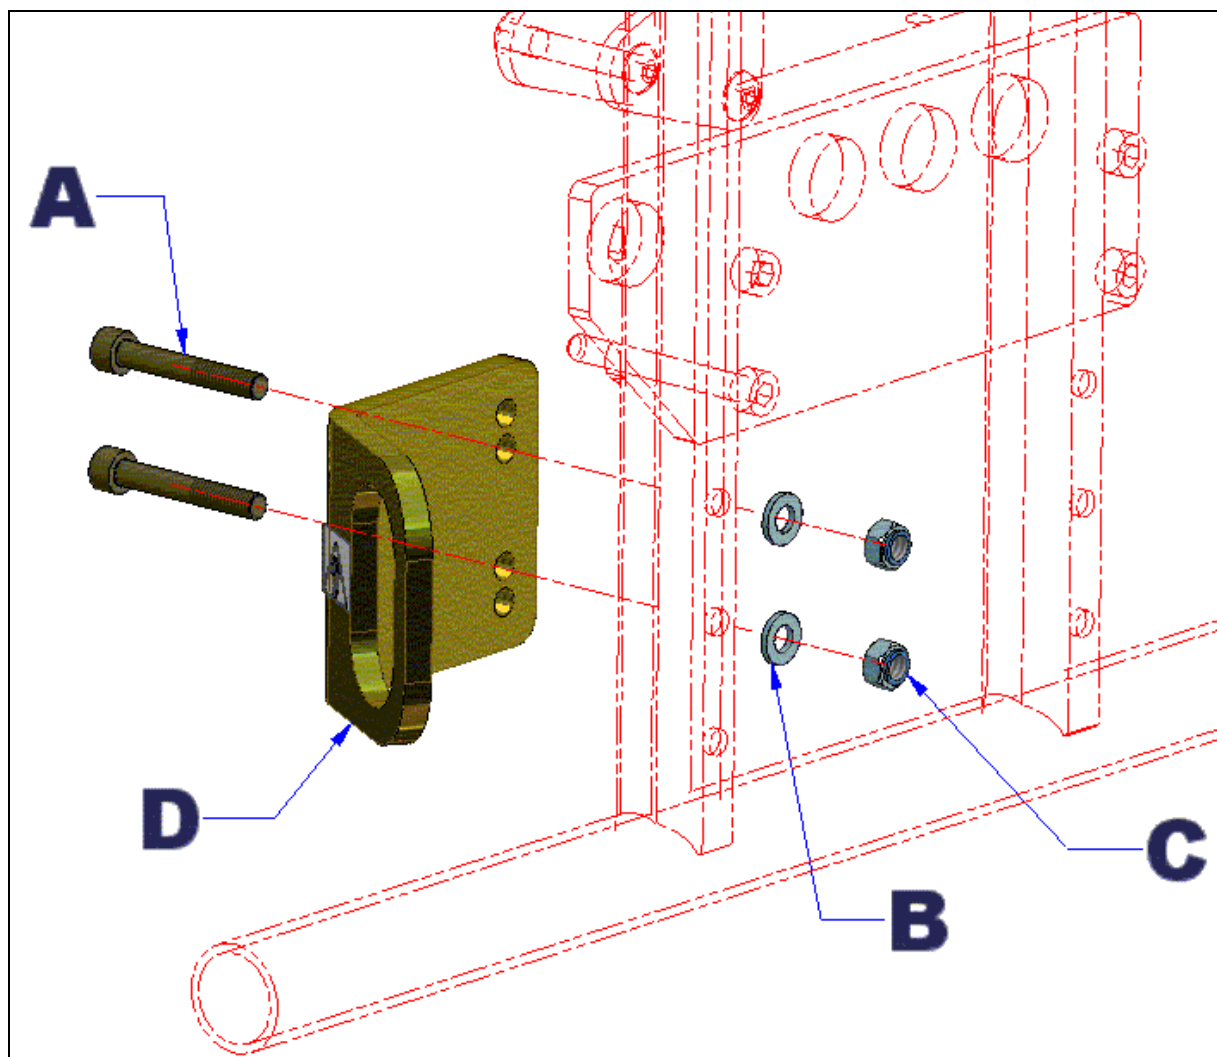

Figure 23-B : Installation des anneaux d'ancrage ARRIÈRE.
Il y a (2) deux anneaux d'ancrage à l'arrière du fauteuil. Voir la figure 23-B pour le montage ;
1. Placer l'anneau d'ancrage (D) appuyé sur le châssis comme montré à la figure 23-B ;
2. Positionner les boulons (A), les écrous (C) et les rondelles (B) et visser l'ensemble. Utiliser une clé plate 10 mm et une clé hexagonale 4 mm.